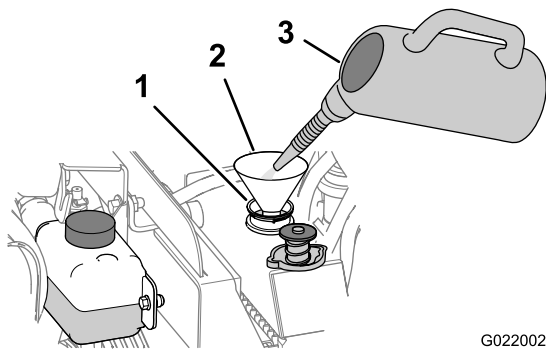

Figura 82
- C. Adicione uma solução para limpeza do sistema de arrefecimento no radiador através do tubo de enchimento (Figura 82).